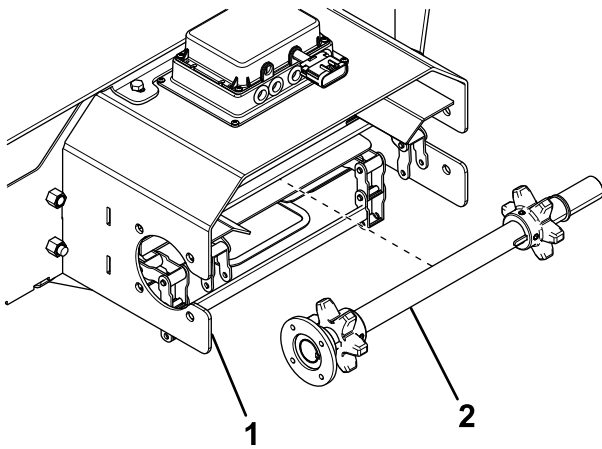

**Bild 20**
2. Setzen Sie die lange Passfeder in die offene Nut der Antriebswelle ein (**Bild 20**).
3. Setzen Sie die kurze Passfeder in die andere Nut der Antriebswelle ein (**Bild 20**).
4. Setzen Sie die Kettenräder auf beiden Enden der Antriebswelle auf und ziehen Sie diese mit einer Stellschraube handfest an (**Bild 20**).
5. Schieben Sie nun einen Sprengring auf die rechte Seite der Antriebswelle auf, bis dieser einrastet (**Bild 20**).
6. Schieben Sie die Kupplung (1 1/4") auf die linke Seite der Antriebswelle auf und sichern Sie diese mit einer Stellschraube (**Bild 20**).